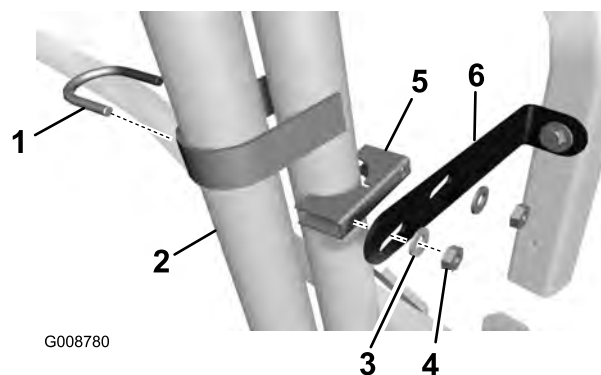

Figura 9
2. Monte provisionalmente la pletina de refuerzo al tubo de accesorios con una abrazadera, una base de abrazadera y (2) arandelas y tuercas (Figura 9).